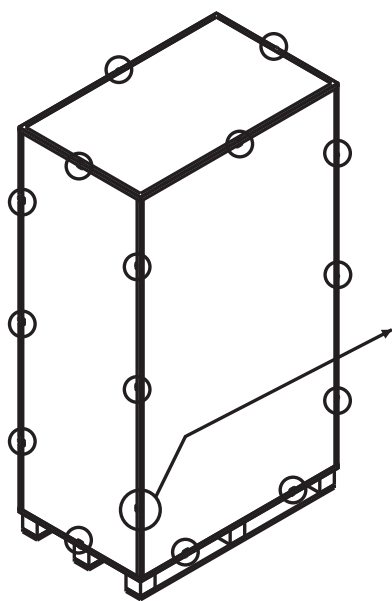
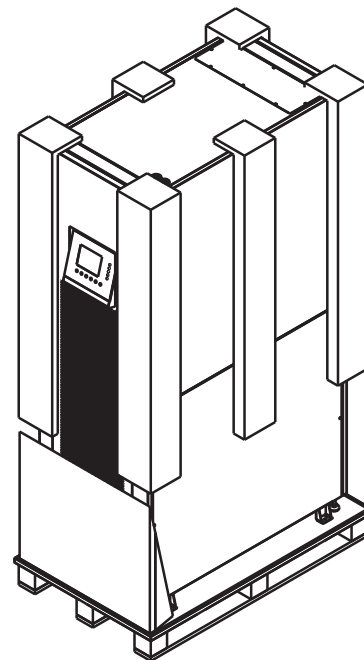

Figura 4.1
Figura 4.2
1. Una vez que el sistema haya llegado al lugar de instalación, puede retirarse de la caja de embalaje. Siga el procedimiento de desempacado descrito abajo para retirar el cartón principal (Figura 4.1) y materiales de protección (Figura 4.2).